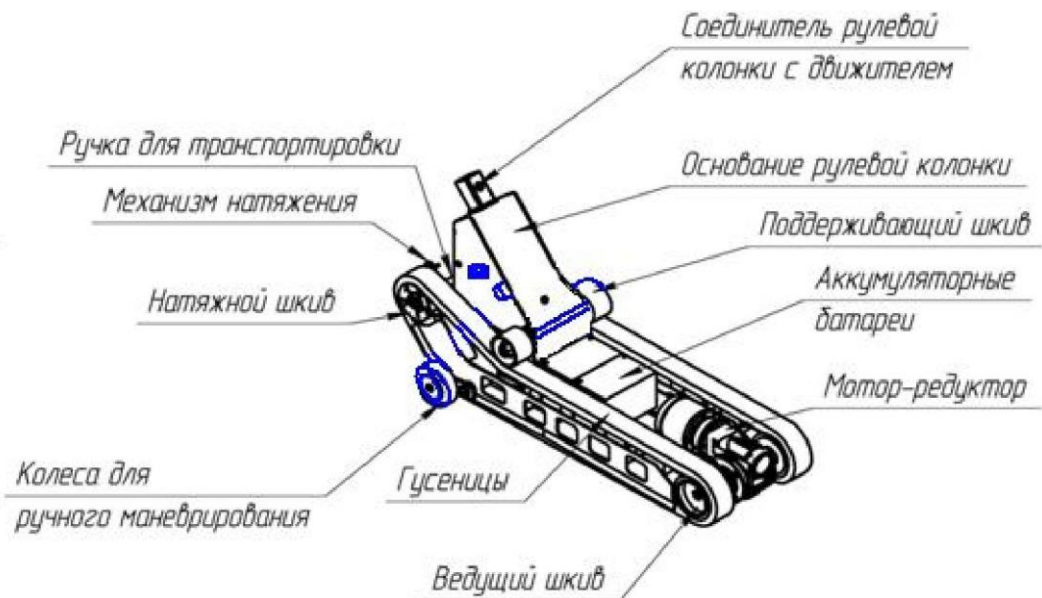

Рис.3. Подъёмный агрегат без защитного кожуха
- гусеничный подъемный агрегат с установленным блоком аккумуляторных батарей (Рис.3) и с основанием рулевой колонки	1 шт.
Габариты (длина, ширина, высота, размер агрегата, размер рулевой колонки, Рис. 3а,4а)	Подъемный агрегат: 940х400х400 Рулевая колонка: 470*х250*х765* Общие габариты 1270*х640*х990*
Корпус машины	Рис. 3, 3а
Рис.3а. Габаритные размеры подъёмного агрегата
Транспортировка подъемника в разобранном виде может осуществляться вручную на небольшие расстояния или посредством операции разгрузки/ выгрузки. Агрегат должен транспортироваться используя соответствующие ручки (Рис.3)
3.6.4.1. Подъемный агрегат (Рис.3) выполняет функцию перемещения кресла-коляски с человеком по ступеням лестничных маршей. Подъемный агрегат закрытого типа, внутри которого размещен рабочий механизм с электрическим приводом.
На подъемном агрегате находится основание рулевой колонки (Рис.3), на которое через соединитель закрепляется рулевая колонка (Рис.4).
В нижней части подъемно агрегата расположены по два колеса с каждой стороны, с помощью которых можно перемещать подъемник, от места установки на него кресла-коляски с человеком, до лестничного марша (Рис.3)
3.6.4.4. Блок аккумуляторов (Рис.3) выполняет функцию автономного обеспечения электропитанием систем управления и электродвигателя рабочего механизма. Установлен на раме агрегата под пластмассовым обтекателем (Рис.1).